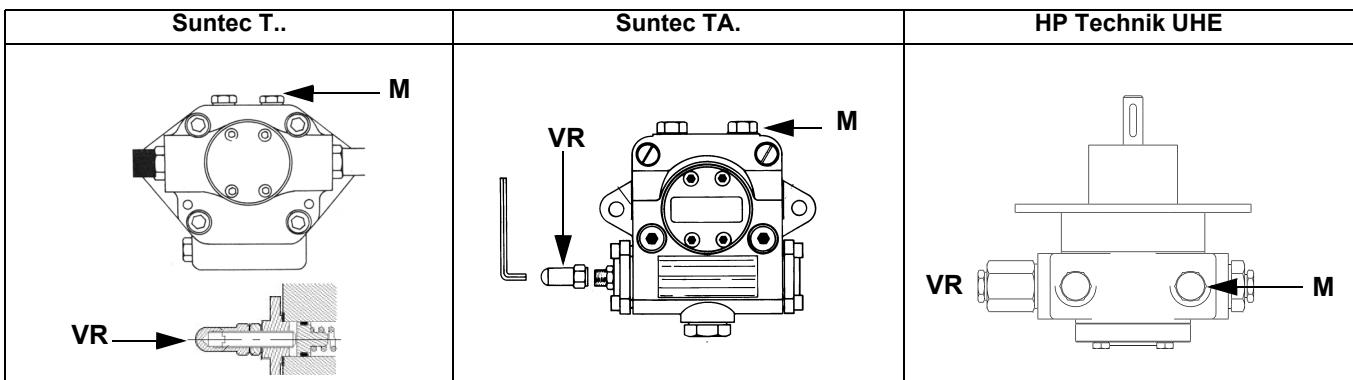

Рис. 10
**ВНИМАНИЕ:** установка выходного давления регулятора VD-R осуществляется воздействием на регулировочную кольцевую гайку (рис. 10). Положение индикатора на циферблете показывает значение давления на выходе, рассчитанное в процентах от полной шкалы PS датчика (рис. 11).
- выпустить воздух со штуцера (**M**) манометра насоса (Рис. 10), расслабив слегка заглушку, но не снимая ее; затем отпустить контактор;